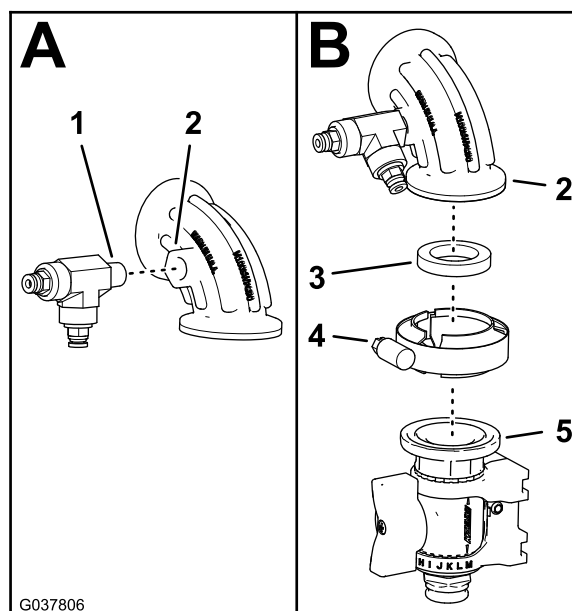

Рисунок 88
- Установите тройник, снятый при выполнении пункта 4 в разделе **Отсоединение трубки датчика давления и шланга подачи — дополнительный комплект распылительного пистолета или дополнительный комплект шлангового барабана с электроприводом. (страница 10)**, в прямоугольное колено с отверстием нагнетания (Рисунок 88).
- Установите прямоугольное колено на фланцевый отсечной клапан (Рисунок 88) с помощью прокладки 25 x 35 мм (1 x 1-3/8 дюйма) и фланцевого хомута размером от 40 до 64 мм (от 1-9/16 до 2-1/2 дюйма).